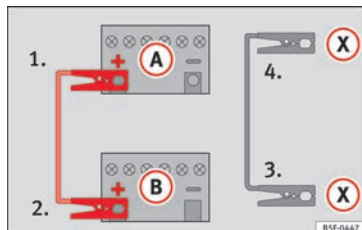

Fig. 165 Esquema de conexión para vehículos con sistema Start-Stop.
– **En los vehículos con sistema Start-Stop:** emborne un extremo del cable *negro* de emergencia (X) a un terminal de masa adecuado, a una pieza de metal maciza que vaya atornillada al bloque motor o al mismo bloque motor » » » fig. 165.
5. Emborne el otro extremo del cable *negro* de emergencia (X), en el vehículo con la batería descargada, a una pieza de metal maciza que vaya atornillada al bloque motor o al mismo bloque motor pero lo más alejado posible de la batería (A).